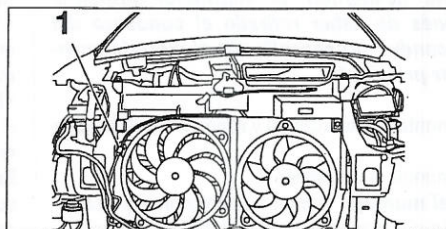

FIGURA 10-14
- Sacar el conector (1) del cableado de mando del grupo motoventilador (figura 10-14).